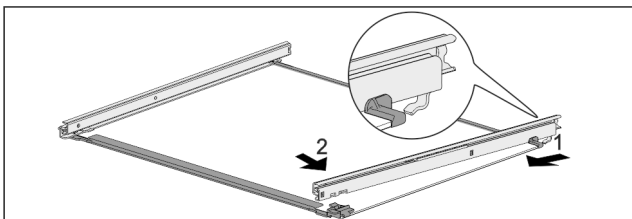

Fig. 121 Placa de sticlă cu șine
- ▶ Agățați șina în partea din spate. Fig. 121 (1)
- ▶ Înclicetați șina în partea din față. Fig. 121 (2)